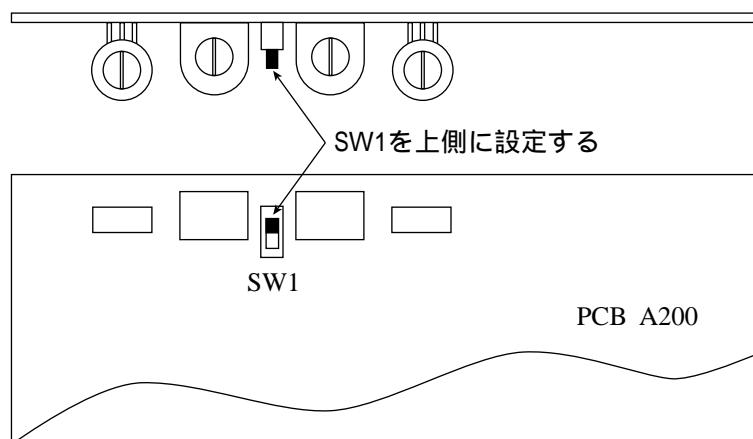

図 4-12 PCB A200 上の SW1
4. PCB A200 上の SW1 を上側に設定します。図 4-12 を参照してください。